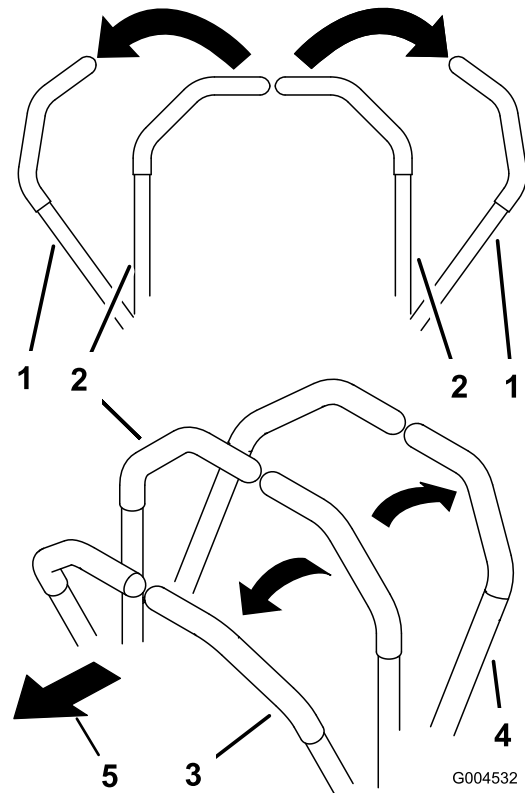

Bild 14
1. Schieben Sie die Steuerhebel in die arretierte NEUTRAL-Stellung (Bild 14).